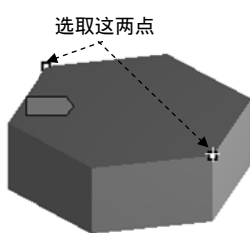

图 4.3.37 指定 side vertex
- 步骤 10** 指定 side vertex。单击以激活 **Specified Sides** 后的文本框，选取图 4.3.37 所示的点，单击 **Apply** 按钮确认。